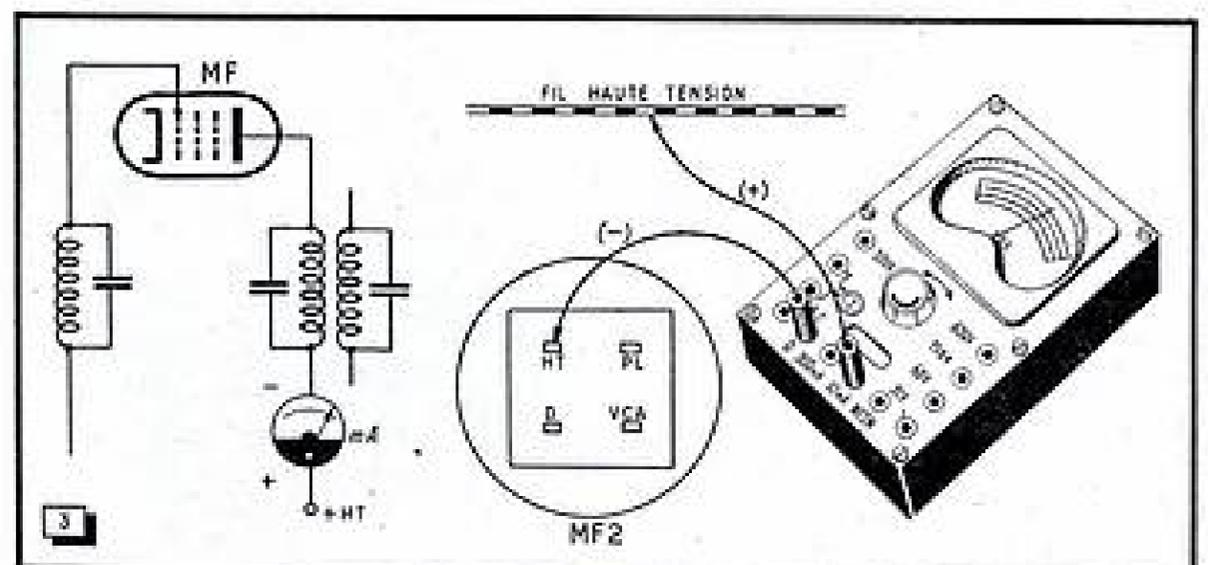

Fig. 3. — Mesure du courant anodique d'une lampe amplificatrice M.F. Le contrôleur universel s'intercale en série dans le circuit anodique.
c) *Débits* : Pour le dépannage radio, la mesure des débits donne souvent une indication précieuse. Le courant anodique d'un tube sera mesuré sur la sensibilité 30 mA, le courant de chauffage des récepteurs tous-courants sur 300 mA. En branchant le contrôleur dans la plaque d'une amplificatrice M.F., on peut juger de l'action de l'antifading, et se servir de cette indication pour aligner le récepteur, le réglage correct correspondant à la plus faible déviation de l'instrument (fig. 3).
Le contrôleur doit être branché en série dans le circuit. Il faudra donc, généralement, débrancher ou dessouder une connexion et relier les deux pointes de touche aux deux extrémités ainsi libérées (fig. 3). La lecture s'effectue sur l'échelle de 0 à 30 utilisée également pour la mesure des tensions.
Nous remarquons sur le schéma de la figure 3 que le câble coaxial de l'antenne est relié à l'entrée du récepteur par l'intermédiaire des condensateurs C_1 et C_2 de 1500 pF. Cette précaution est rendue nécessaire par le fait que le châssis et le montage du téléviseur sont reliés directement à l'un des pôles du secteur.